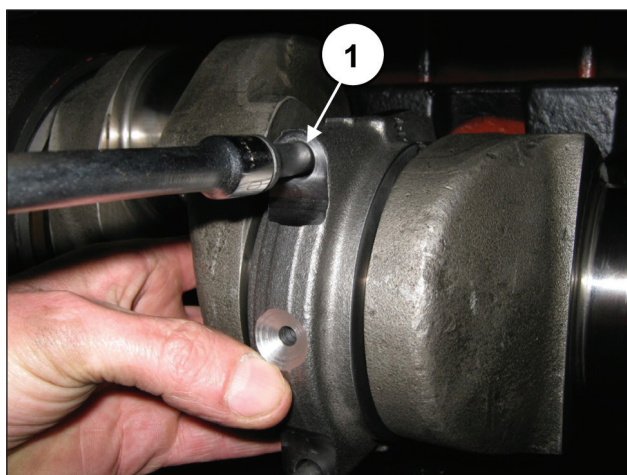

图 70
将连杆帽固定到半连杆 , 可使用螺栓M10x1.5x80 (①, 图 70) 。